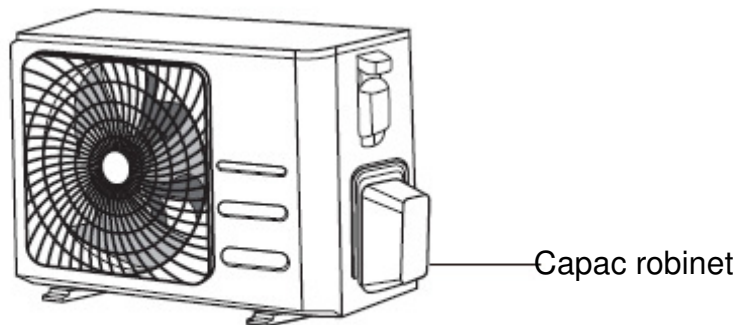

Fig. 5.9
1. Desurubati capacul de la robinetul din lateralul unitatii externe. (Consultati **Fig. 5.9**)